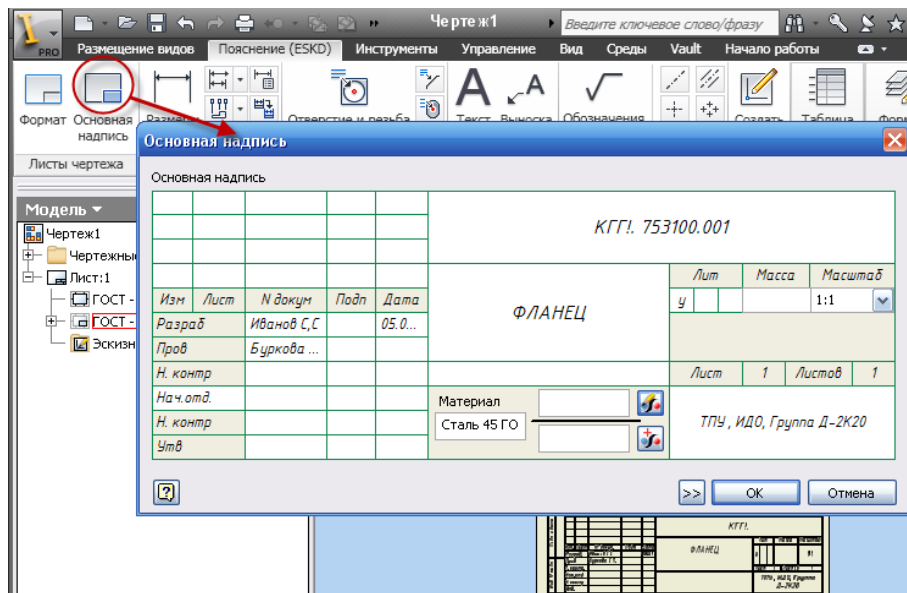

Рис. 3.20. Диалоговое окно **Основная надпись**
- Нажмите вкладку **Пояснения (ЕСКД)**, выберите инструмент  **Основная надпись** (рис. 3.20).